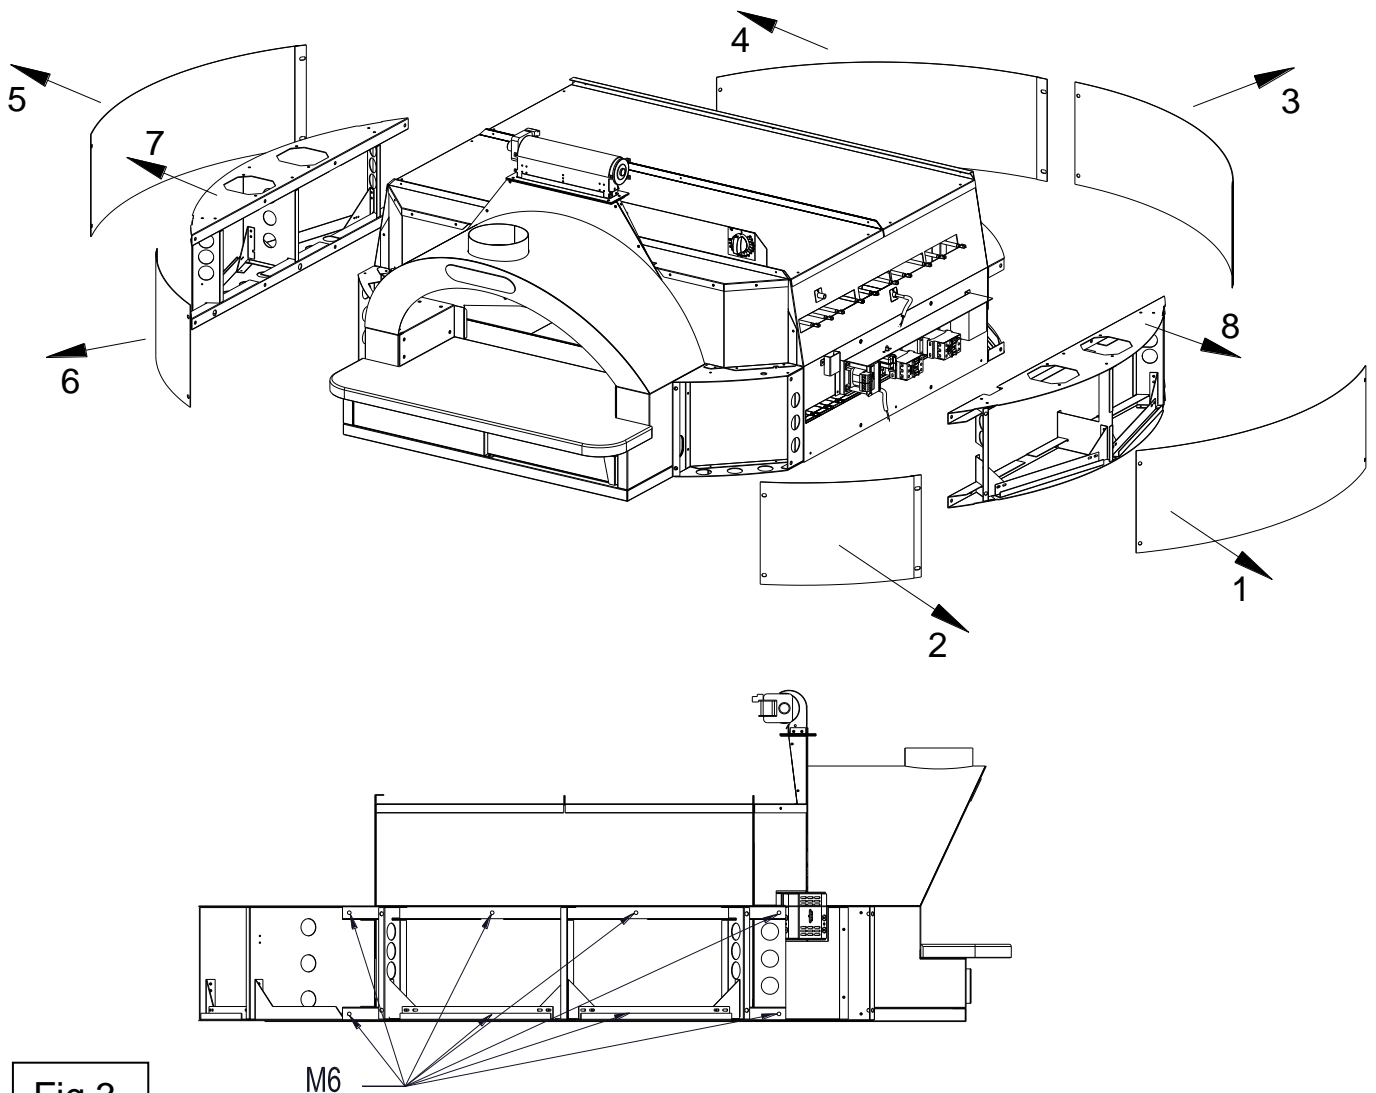

Fig.3
- 3- Enlever les protections demi-lune de fermeture latérales et postérieures en suivant la séquence 1-2-3-4-5-6 (Fig.3).
- 4- Enlever les protections demi-lune latérales gauche et droite en suivant la séquence 7-8 (Fig.3).
- 5- **Attention ! Enlever la sonde de température** (Fig.3).
- 11- Repositionner la sonde de température dans la position A Fig.3.